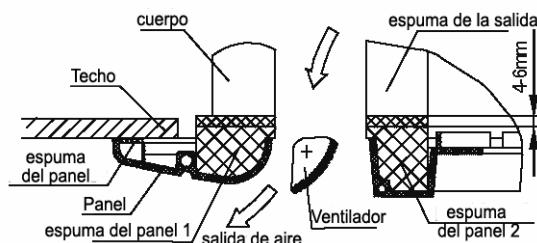

Figura 12
- e. Siga apretando los tornillos bajo los ganchos del panel hasta que el espesor de la espuma colocada entre el cuerpo y la salida del panel disminuya hasta unos 4~6 mm. El borde del panel debe tocar el techo. (Vea la figura 12)